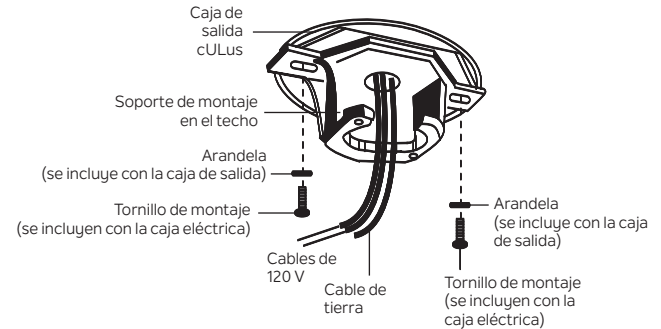

Figura 6
Paso 3. Pase los cables de suministro de 120 voltios desde la caja de salida del techo a través del centro del soporte de montaje en el techo. **(Figura 6)**
Paso 4. Fije el soporte de montaje del techo a la caja de salida usando los tornillos de montaje y las arandelas que se incluyen con la caja de salida. **(Figura 6)**